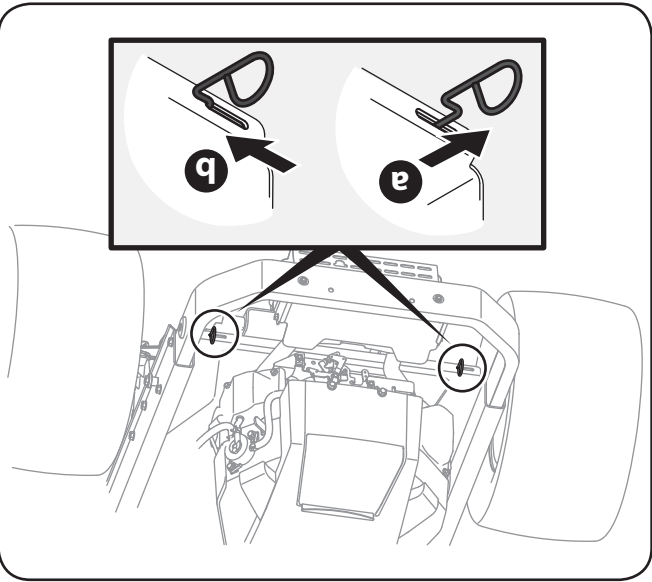

Figure 6-2
5. Placez-vous derrière le tracteur pour localiser les tiges de dérivation de la transmission qui se trouvent sur l'intérieur des deux roues arrière. Voir la Figure 6-2.
6. Embrayez les tiges de dérivation de la transmission de chaque côté du tracteur pour déplacer celui-ci sans le mettre en marche. Ces tiges se trouvent sur l'arrière du tracteur, sur l'intérieur de chaque roue arrière. Pour embrayer la tige de dérivation, tirez-la vers l'extérieur (a) et vers la droite (b) pour la bloquer. Voir la Figure 6-2.
7. Débrayez les tiges en inversant a et b après avoir déplacé le tracteur. Voir la Figure 6-2.